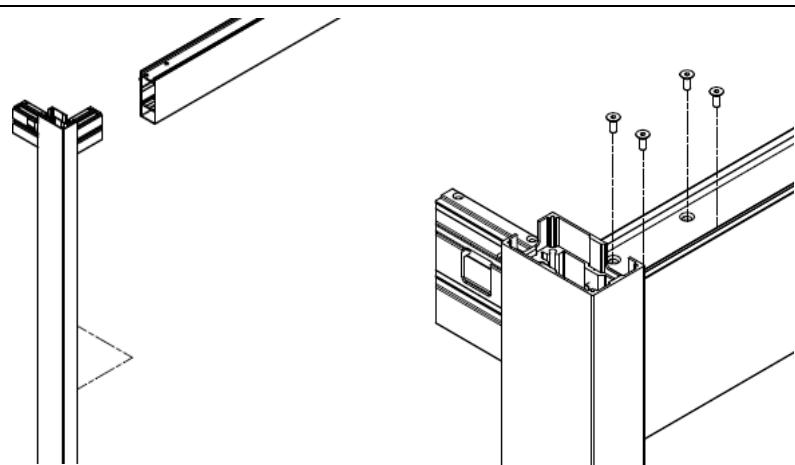

Abbildung 27
9. Den Querrahmen zusammenfügen, indem man ihn liegend in den Querbalken (ohne Wandbefestigungen) an beiden Enden der zuvor zusammengefügten Pfosten einschiebt (Abb. 27). Auf die richtige Ausrichtung der Abflüsse und Fußtypen achten.